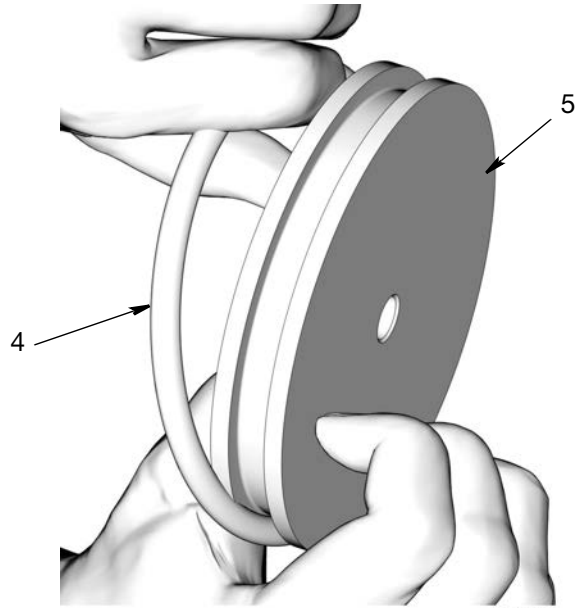

ABB. 23
- c. Den O-Ring (4) vom Kolben (5) entfernen (ABB. 23).